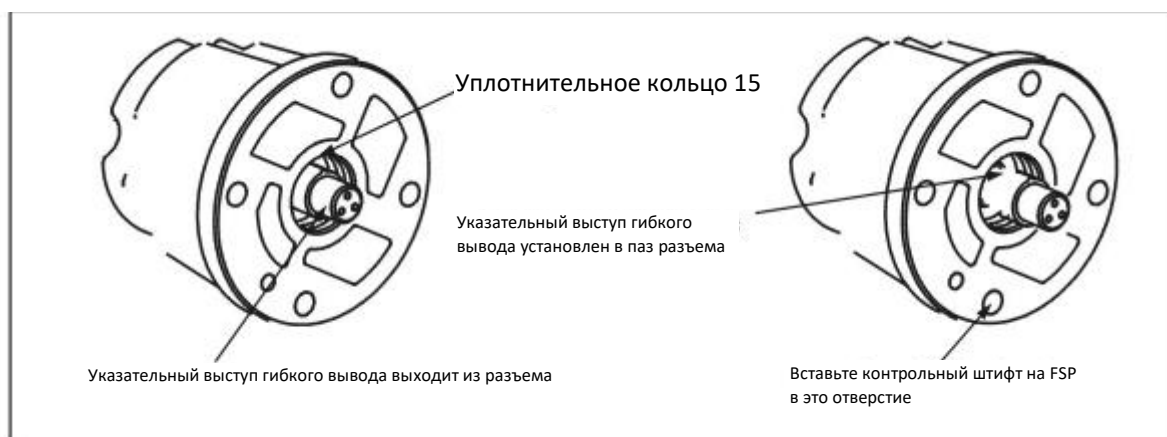

Рисунок 5: Проверка правильности установки разъема гибкого вывода
3. Совместите установочный штифт FSP и четыре отверстия для винтов с соответствующими отверстиями в нагнетательной головке и протолкните FSP в нужное положение, используя только усилие руки (см. Рисунок 5). FSP должен плотно прилегать к напорной головке перед установкой крепежных болтов FSP.